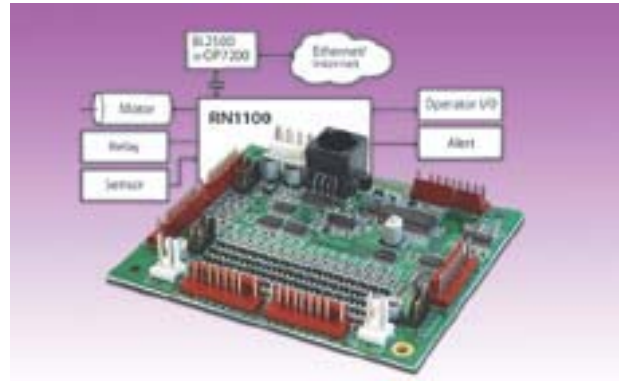
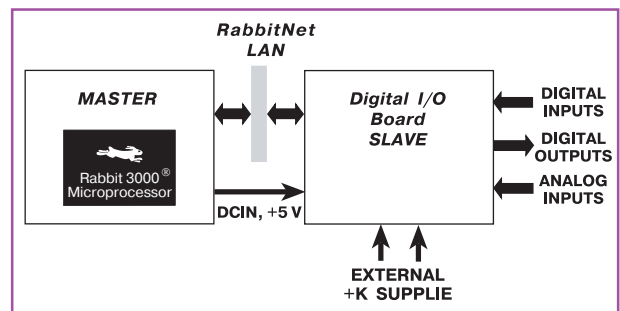

Рис. 1. Модуль ввода/вывода RN1100
Рис. 2. Пример типовой топологии локальной сети RabbitNet
В одноплатных компьютерах BL2500 Coyote и панелях оператора OP7200 eDisplay имеется порт расширения RabbitNet (RN), поддерживающий передачу данных в последовательном формате со скоростью 1 Мбит/с. Использование этого порта позволяет расширить возможности одноплатных компьютеров за счет организации сети сбора данных. Пример типичной топологии локальной сети RabbitNet с применением модуля RN1100 (рис. 1.) приведен на рис. 2, основные технические параметры модуля ввода/вывода RN1100 даны в таблице.